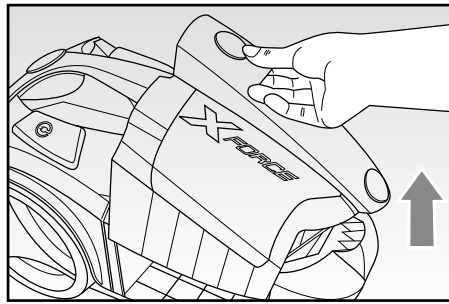

Fig. 6
- Premere il pulsante di sblocco (B) e contemporaneamente estrarre il contenitore della polvere (D) per mezzo dell'apposita impugnatura (Fig. 6).